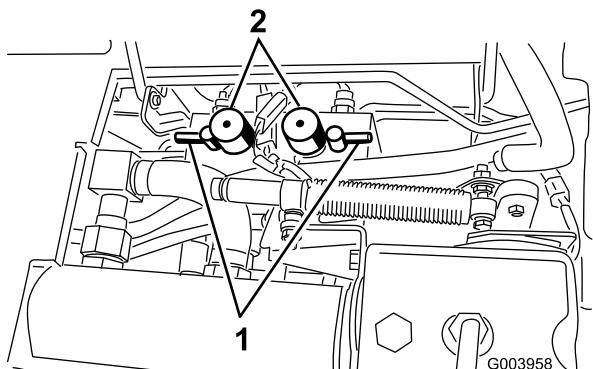

図 82
5. 両方のリール速度セレクタを 1 にセットする（図 82）。
6. バックラップ・スイッチで前のカッティングユニット又は後のカッティングユニット、あるいは両方を選択する（図 82）。